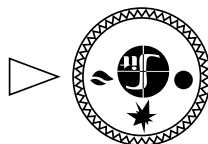

Рис. 11
- 7.4. В этом положении ручка управления удерживается **нажатая до упора**, одновременно нажимается (при необходимости несколько раз) кнопка пьезовоспламенителя, пока не загорится пилотная горелка (см. в смотровое окно). После того как загорится пилотная горелка, ручка **удерживается в нажатом состоянии не менее 30 секунд**, после чего ручка отпускается и переводится в положение «**факел**» (рис. 11). При переводе ручки управления в положение «**факел**», подача газа к главной горелке разблокируется.